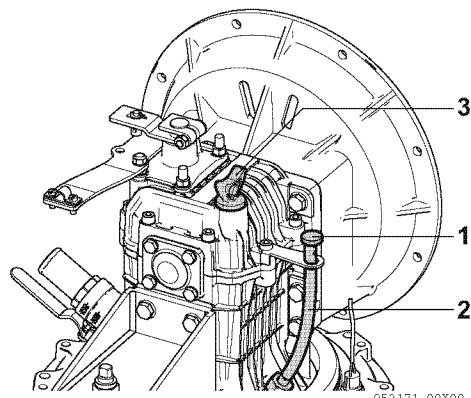
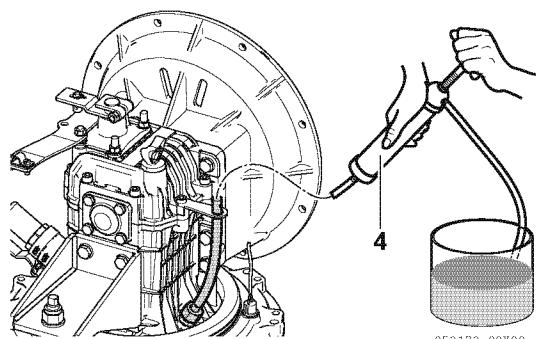

Figura 9
Figura 10
1. Il cambio dell'olio va effettuato rimuovendo il tappo (1, **Figura 9**) dal tubo di aspirazione dell'olio (2, **Figura 9**). L'aspirazione può essere eseguita usando una pompa manuale (4, **Figura 10**).
2. Spingere il tubo della pompa manuale (4, **Figura 10**) attraverso il tubo di aspirazione (2, **Figura 9**) e aspirare il liquido.
4. Svitare l'astina dell'olio (3, **Figura 9**).
6. Avvitare l'astina dell'olio (3, **Figura 9**).